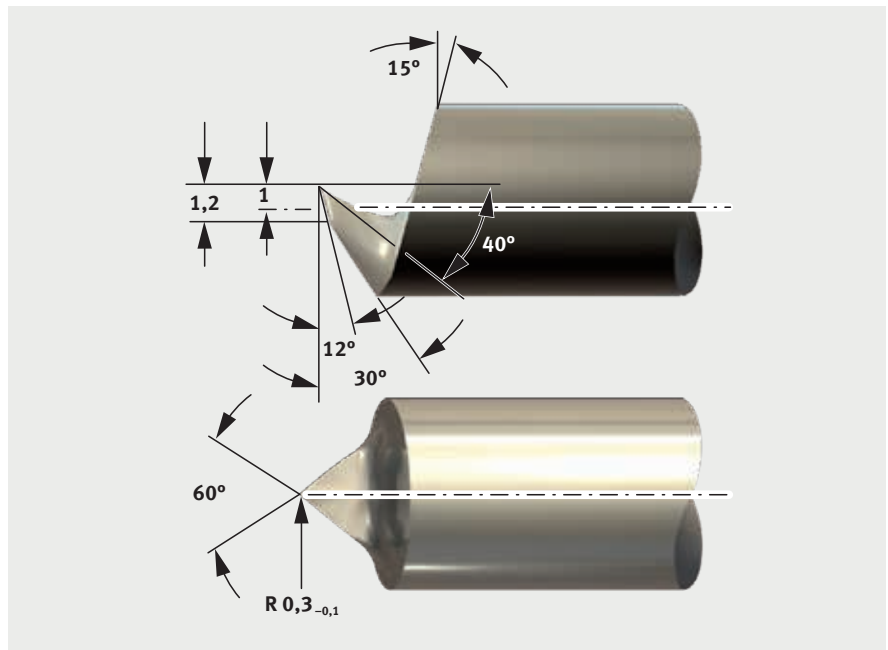

Fig. 1 : Outil de coupe pour KS PERMAGLIDE® P22 et P202
- outils en alliage dur (fig. 1)